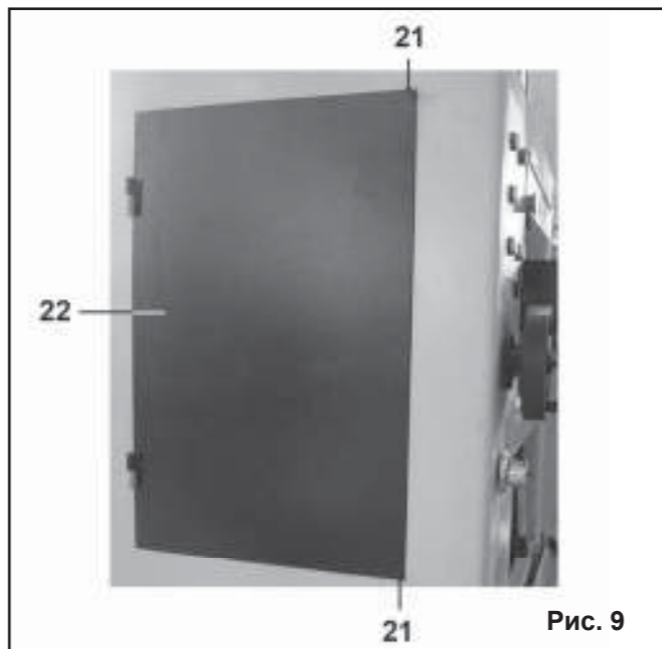
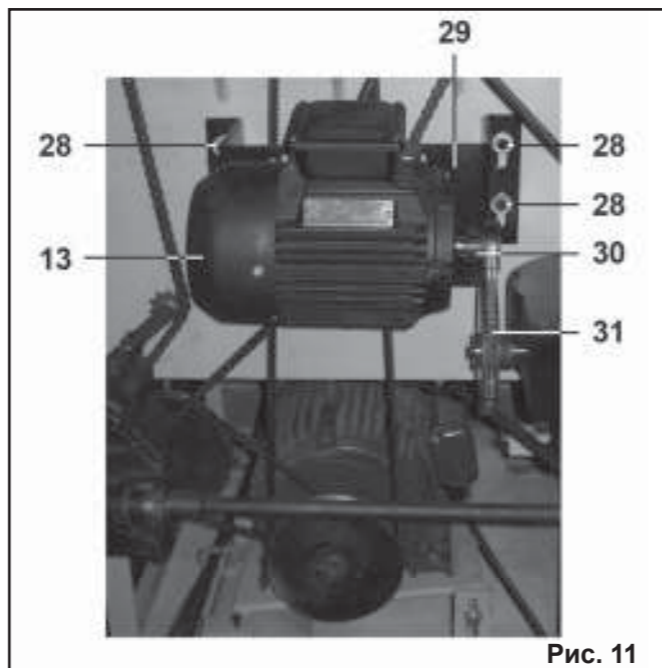

Рис. 9
Рис. 11
10.1. Регулировка натяжения ремней привода строгального вала (Рис. 9, 10)
10.1.1. Открутите два болта (21) (Рис. 9), откройте левую дверцу (22) и проверьте натяжение ремней передачи (24). При необходимости произведите регулировку.
10.2. Регулировка натяжения ремней привода подъема и опускания стола (Рис. 9, 11)
10.2.1. Открутите два болта (21) (Рис. 9), откройте левую дверцу (22) и проверьте натяжение ремней передачи привода подъема и опускания стола (31) (Рис. 11). При необходимости произведите регулировку.
10.2.2. Ослабьте четыре болта (28) (Рис. 11), произведите регулировку положения плиты (29) электродвигателя подъема стола (13).
10.2.4. Закройте дверцу (22), закрутите два болта (21) (Рис. 9).
10.5.1. В процессе работ, ввиду естественного растяжения цепи (44), особенно в начале эксплуатации
станка (первые 50 часов наработки), производите натяжение цепи (44) по мере необходимости. Отключите станок от питающей сети, откройте дверцу (22), открутив два болта (21) (Рис. 9).